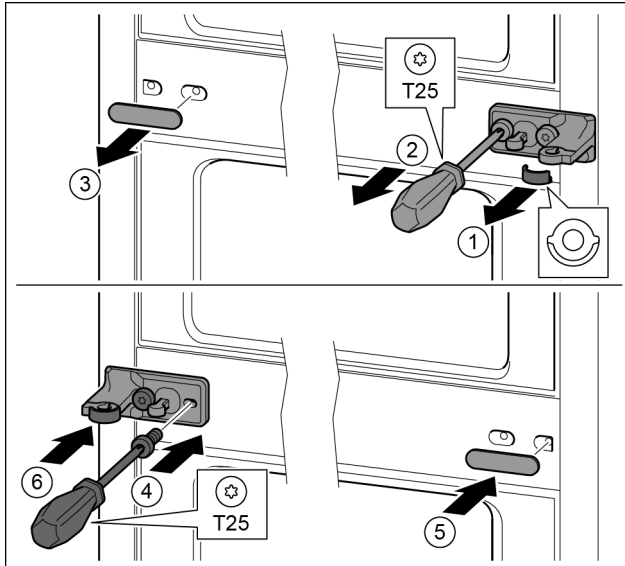

Fig. 29
- ▶ Retire la arandela. *Fig. 29 (1)*
- ▶ Desenrosque los tornillos con el destornillador T25. *Fig. 29 (2)*
- ▶ Retire la cubierta con cuidado. *Fig. 29 (3)*
- ▶ Atornille el soporte de cojinete con la lámina girado 180° en el otro lado para fijarlo. *Fig. 29 (4)*
- ▶ Coloque la cubierta girada 180° en el otro lado. *Fig. 29 (5)*
- ▶ Coloque la arandela desde la parte delantera. *Fig. 29 (6)*